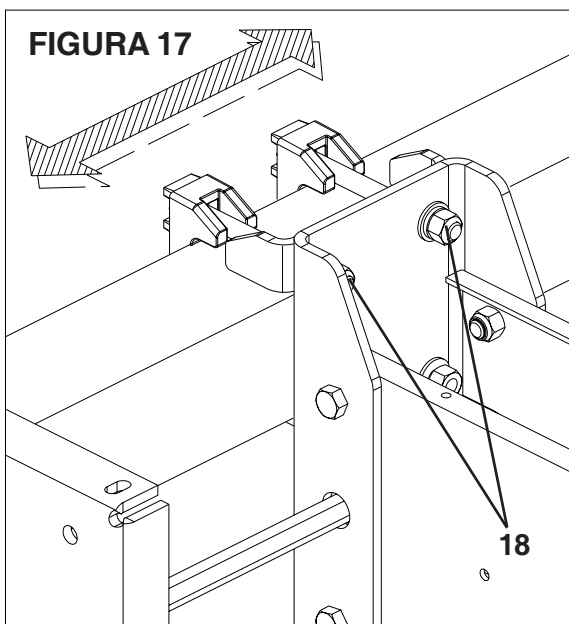

FIGURA 17
10 - Após a marcação, solte as porcas (18) do parafuso e remova as linhas completas até o espaçamento desejado, em seguida reaperte as porcas. Repita a operação no carrinho do adubo, que está fixado na barra frontal do chassi. (**FIGURA 17**)